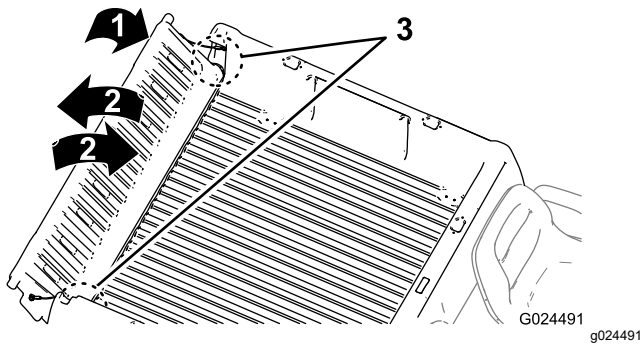

図 17
2. テールゲートを45°程度の角度にする 図 17。
3. この位置から、テールゲートを小刻みに前後に振るように数回往復させる図 17。